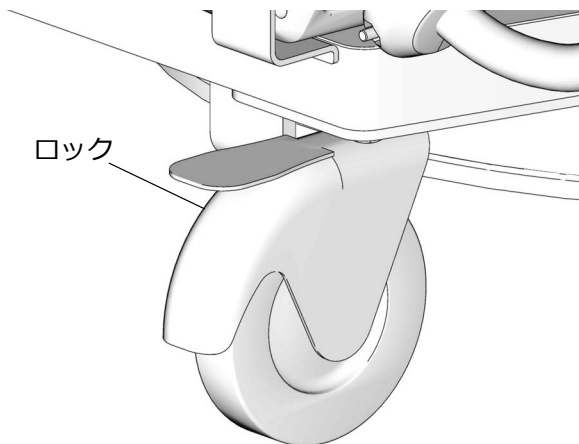

図 36
7. ホイールキャスターのロックを掛けて、操作中にカートの位置を保ちます(図 36)。